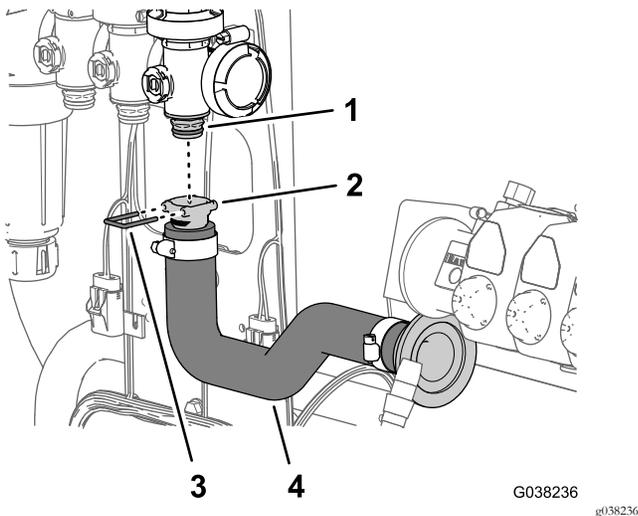

図 54
3. フローメータのホースのクイックコネクットフィッティングを、マスター散布バルブのクイックコネクットフィッティングに取り付ける 図 54。
4. ホースフィッティングを、バルブのフィッティングに取り付ける 図 54 フローメータのホースについているリテーナを使用する。